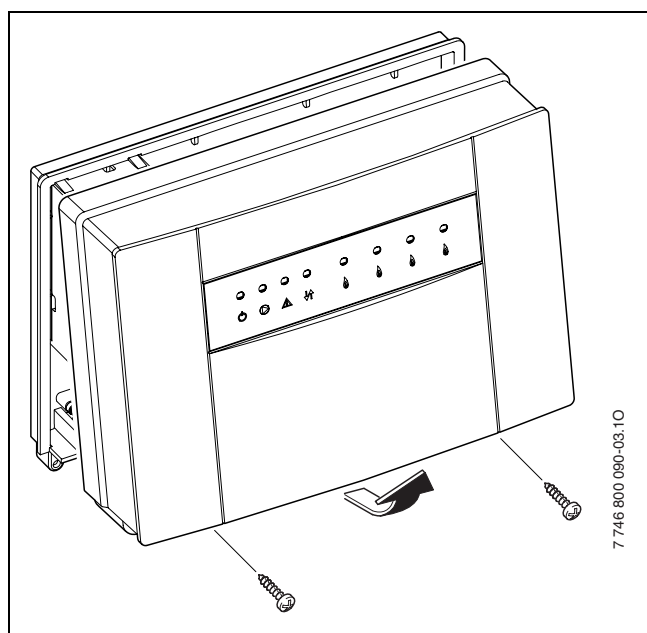

Fig. 7 Rimuovere il coperchio
- Allentare 2 viti nella parte inferiore del modulo MCM10, aprire il coperchio inferiore tirandolo in avanti ed estrarlo verso l'alto (→ fig. 7).
- ▶ Aprire l'alloggiamento del modulo principale MCM10 (→ fig. 7, pag. 46).